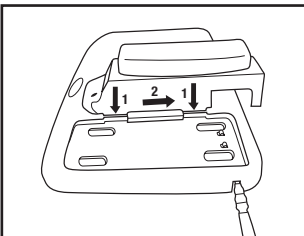

Fig. 1b
- Trousse de chargeur pour quatre piles TR-944N 3M^{MC} : Insérer le chargeur de pile TR-640 3M^{MC} dans l'un des ports du chargeur TR-944N et le faire glisser pour le verrouiller en place (Fig. 1b). (**REMARQUE** : Lorsque l'on utilise le chargeur pour quatre piles, le cordon d'alimentation TR-941N n'est pas branché au support TR-640.) Brancher le cordon d'alimentation c.c. fourni avec la trousse dans la base du chargeur pour quatre piles. Brancher le cordon d'alimentation dans une source d'alimentation c.a. (100 à 240 V), par exemple une prise de courant murale. Il est possible de charger n'importe quelle combinaison d'au plus quatre blocs-piles 3M^{MC} simultanément.